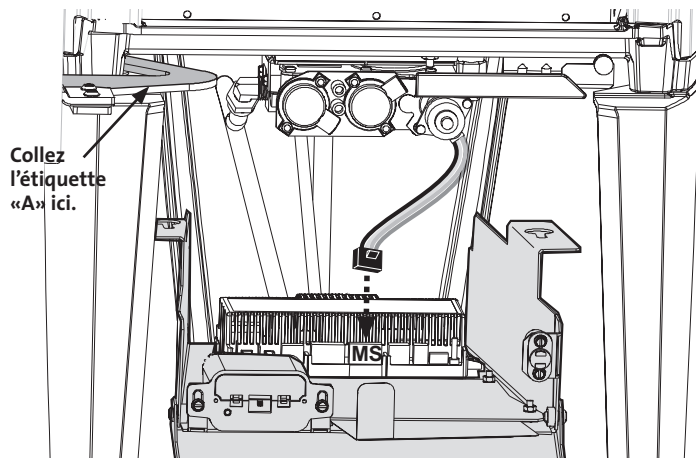

Figure 10. Connexion des câbles du moteur au module IFC.
- Étiquette A: collez-la à la charnière inférieure de la porte. Fig. 10.